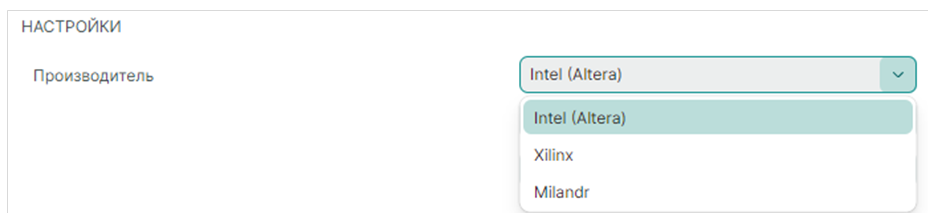

Рис. 138 Выбор производителя микросхемы ПЛИС
- «Производитель» – выбор производителя микросхемы ПЛИС, в которую будет записан проект, см. Рис. 138.